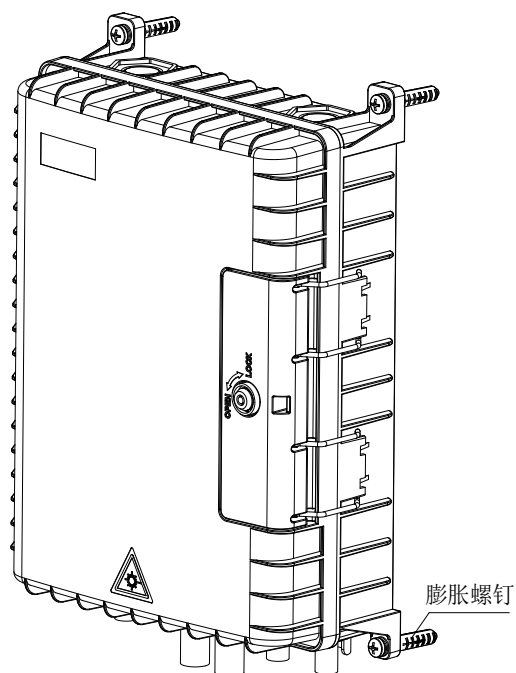

图 8
- ⑨ 挂壁安装：用四颗膨胀螺钉，从挂壁固定孔内把光纤配线终端盒固定在墙壁上即可。见图 8